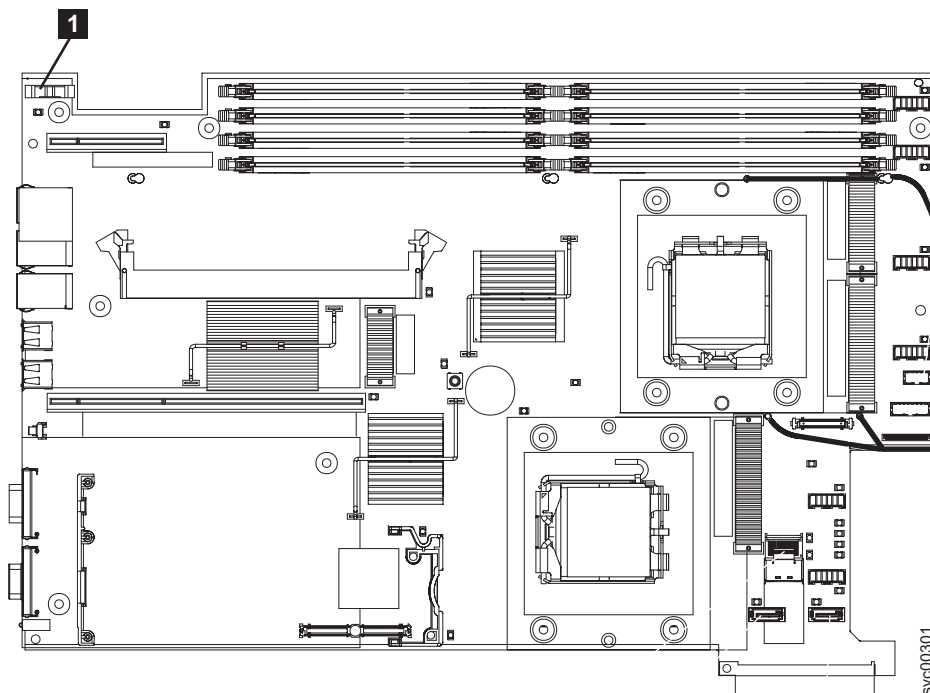

図 108. SAN ボリューム・コントローラー 2145-8G4 CMOS バッテリー・ホルダーの位置
4. バッテリー **1** をシステム・ボード上で見つけます。138 ページの図 108 には、このバッテリーのロケーションを記載してあります。